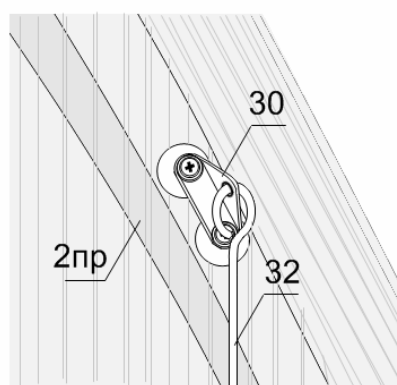

Рис. 19
6.3. В уголок № 30 на дуге №2 установите крючок № 32 (рис. 19).